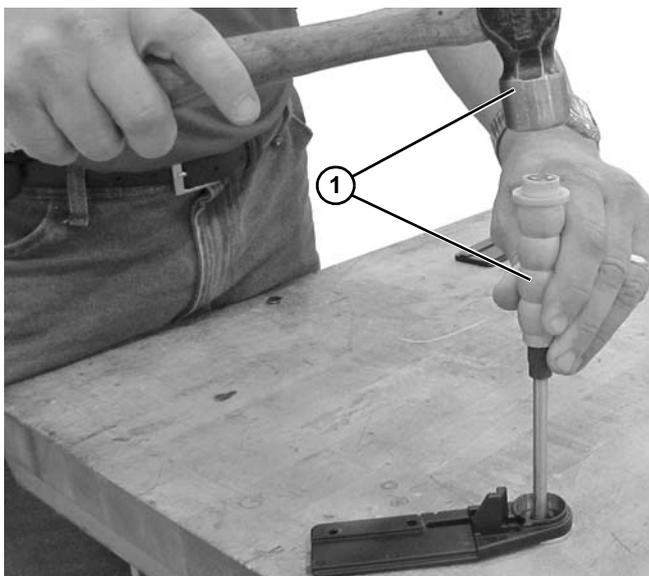

Abbildung 69
3. Einen Hammer oder eine Stanze (6 mm - 13 mm Durchmesser) (**Abbildung 69, Teil 1**) oder langen Bolzen zum Auswerfen des Rohlings (**Abbildung 73, Teil 1**) für Wellenrückfahr-Endplatte mit Unterlegscheibe verwenden.